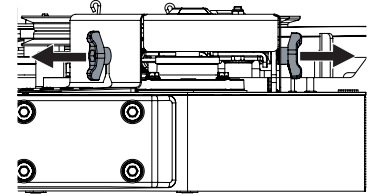

Figure 55
2. Retirez les boulons qui fixent les couvercles de courroie au plateau de coupe. Voir Figure 55.